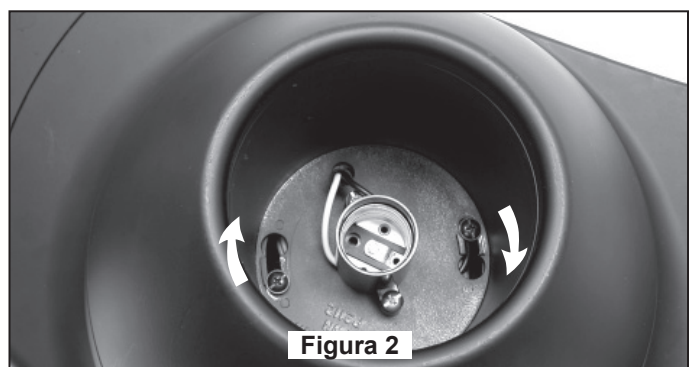

Figura 2
4. Ubique y afloje dos tornillos guía que están en la cubierta central. Alinee los orificios guía con los tornillos, asegúrelos girando la unidad de la carcasa inferior en el sentido de las agujas de reloj y fije los dos tornillos guía. (Figura 2)